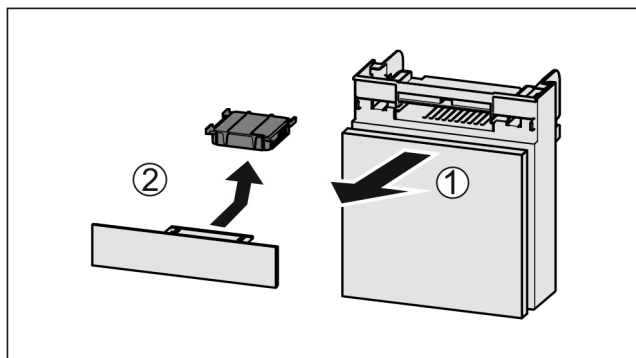

Fig. 76
- ▶ Predal izvlcite Fig. 76 (1) naprej.
- ▶ Odstranite Fig. 76 (2) aktivni ogljeni filter.